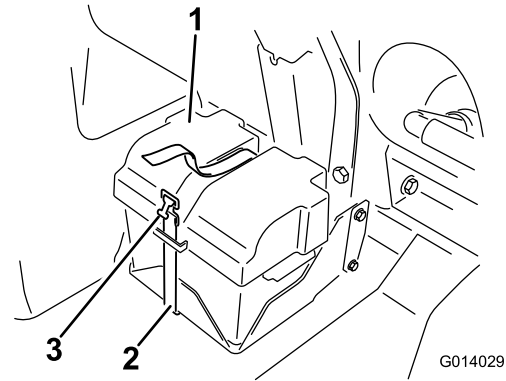

Bild 126
- Nehmen Sie die Batterieabdeckung ab und klemmen das Minuskabel (schwarz) vom Batteriepol ab (Bild 126).
4. Montieren Sie die Batterieabdeckung und befestigen sie mit dem vorher entfernten Riemen (Bild 126).